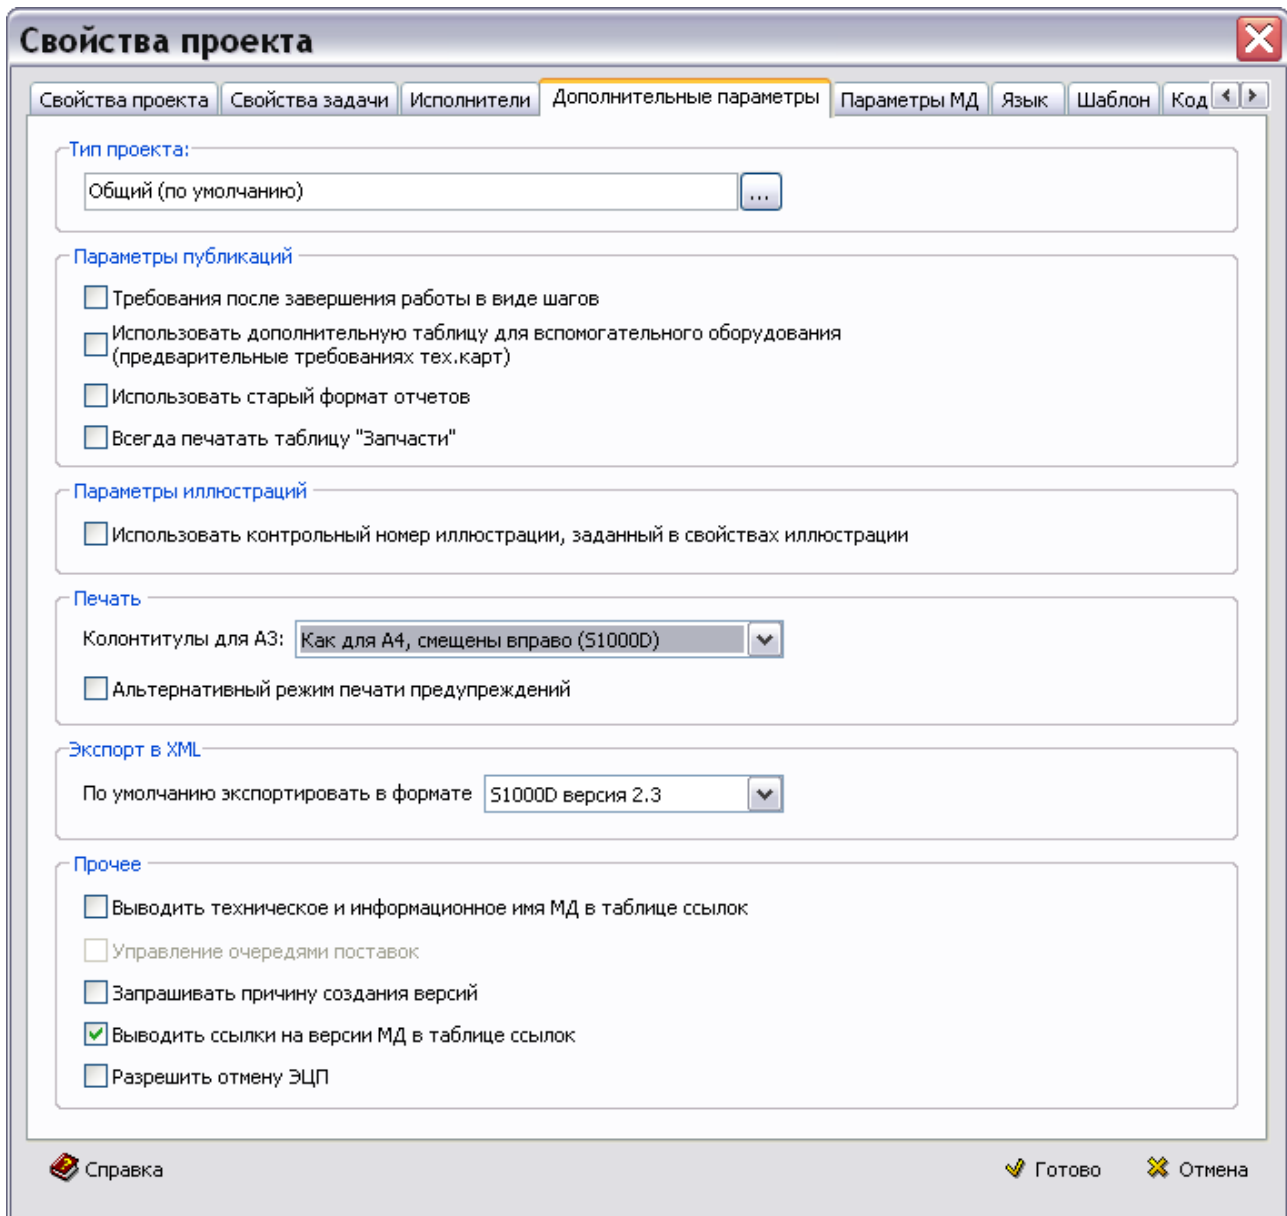

Рис. 2.18
В окне **Свойства проекта** перейдите на вкладку **Дополнительные параметры** (Рис. 2.18).
- **Использовать дополнительную таблицу для вспомогательного оборудования (предварительные требования техкарт).** В редакторе технологических карт для ввода данных о вспомогательном оборудовании по умолчанию доступна только таблица «Вспомогательное оборудование» (в соответствии с требованиями стандарта ASD S1000D). Для проектов, в которых необходимо иметь описание дополнительного вспомогательного оборудования (документация, приближенная к ГОСТ), есть возможность использовать «дополнительную» таблицу для ввода данных (см. раздел «»). Для этого в параметрах проекта необходимо выбрать опцию **Использовать дополнительную таблицу для вспомогательного оборудования (предварительные требования техкарт)** (Рис. 2.18).